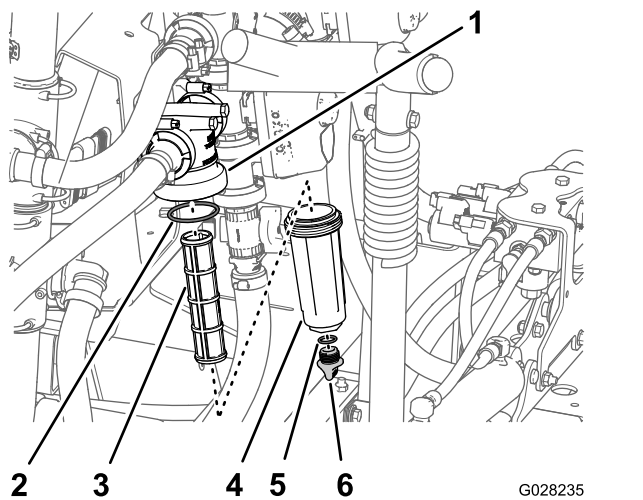

Figura 23
2. Allineate una bacinella di spurgo sotto il filtro della pressione (Figura 23).
3. Ruotate il tappo di spurgo in senso antiorario e rimuovetelo dal pozzetto del filtro della pressione (Figura 23).
4. Ruotate il pozzetto in senso antiorario e rimuovete la testa del filtro (Figura 23).
5. Rimuovete l'elemento del filtro della pressione (Figura 23).
7. Controllate la guarnizione del tappo di spurgo (situato all'interno del pozzetto) e la guarnizione del pozzetto (situato all'interno della testa del filtro) per escludere danni e usura (Figura 23).
8. Montate l'elemento del filtro della pressione nella testa del filtro (Figura 23).
9. Montate il pozzetto sulla testa del filtro e serrate manualmente (Figura 23).
10. Montate il tappo di spurgo sul raccordo nella parte inferiore del pozzetto e serrate il tappo manualmente (Figura 23).